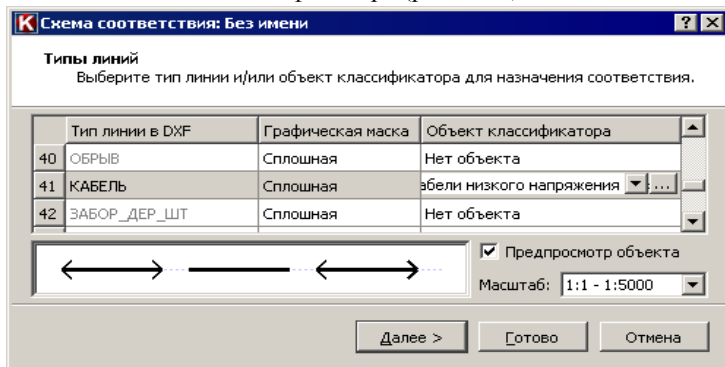

Рис. 31.4
- Для типов линий – в виде типа линии графической маски и/или линейного объекта классификатора (рис. 31.4).